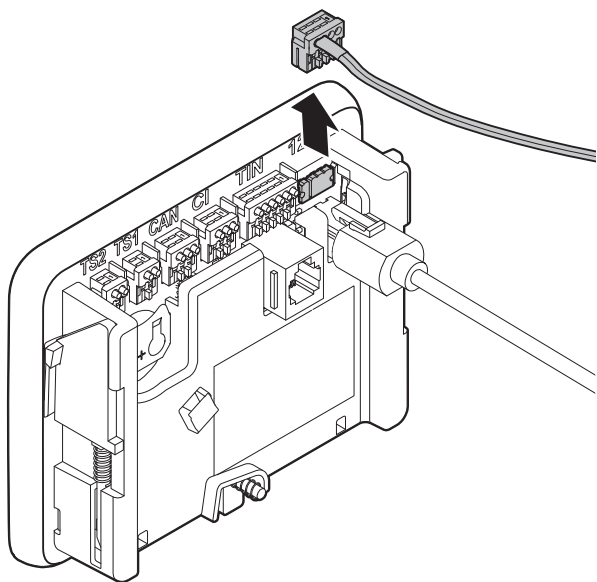

Figura 7
- Staccare con cautela il cavo di collegamento (Figura 7) sul Panel tirando verso l'alto.